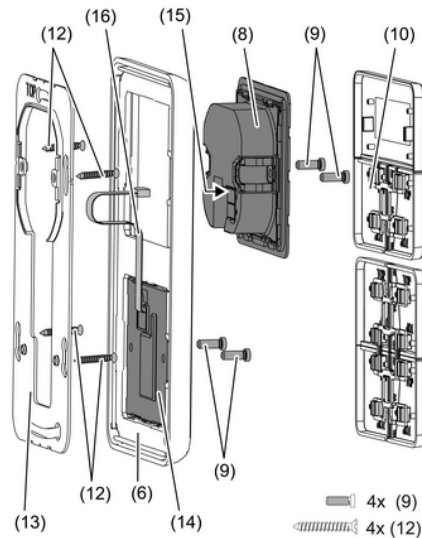

Figure 3: Montage avec module d'extension pour touche sensorielle
Pour l'utilisation du module d'extension pour touche sensorielle (figure 3): montage vertical recommandé. Utiliser un grand anneau support (13). Lors du montage, n'utiliser les vis inférieures sur le panneau qu'avec une boîte d'encastrement, par ex. avec un perçage de 6 x10 mm de diamètre, utiliser l'anneau support comme gabarit.
- Monter l'anneau support (5) ou (13) dans la bonne position sur un boîtier d'appareillage. Marquage **TOP** = vers le haut. Marquage **A** ou **B** vers l'avant. Utiliser exclusivement les vis pour boîtiers (12) fournies.
- Placer le cadre (6) sur l'anneau support.
- Monter l'extension pour module de touche (14) de préférence sous le module de base. Faire passer le câble de raccordement (16) entre la bague support et l'entretoise.
- Module d'extension pour touche sensorielle : raccorder le câble de raccordement (16) dans la bonne position sur l'emplacement (15) du module régulateur. Ne pas écraser le câble de raccordement (figure 3).
- Raccorder le module régulateur (8) à la borne de raccordement KNX (11) du système KNX et le placer sur l'anneau support.
- Fixer le module régulateur (8) et le module d'extension pour touche sensorielle (12) avec les vis pour plastique (8) jointes sur la bague de support. Serrer légèrement les vis en matière plastique.
- Avant le montage des surfaces de commande (10), charger l'adresse physique dans l'appareil (voir chapitre 5.2. Mise en service).